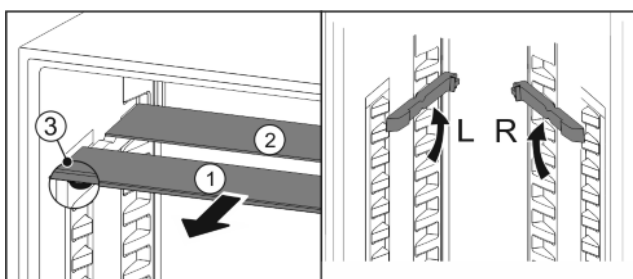

Fig. 19
- ▶ Wyciągnąć Fig. 19 (1) pojedynczo półkę szklaną do przodu.
- ▷ Szklana płyta Fig. 19 (1) ze stoperami znajduje się z przodu.
- ▷ Stopery wskazują w dół Fig. 19 (3).